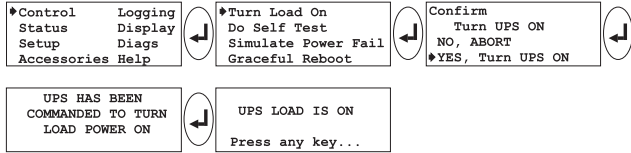

Рис. 7-2 Ввода команды “Turn Load On” (включить питание нагрузки)
1. Используйте последовательность экранов, приведенную на рис. 7-2 для ввода команды “Turn Load On” (включить питание нагрузки).